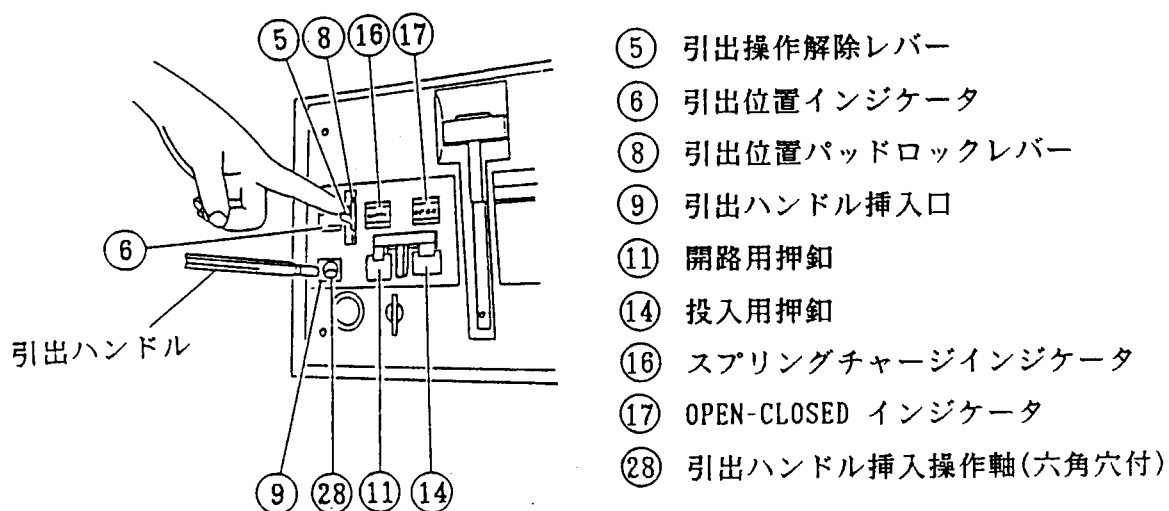

図24. 引出ハンドル挿入口をあける方法
OPEN-CLOSEDインジケータ(SHEET NO.32 図24 ⑰)は「OPEN」を表示しています。
スプリングチャージインジケータ(SHEET NO.32 図24 ⑱)は「DISCHARGED」を表示しています。
- 3) 引出位置インジケータ(SHEET NO.32 図24 ⑥)が「ISOLATE」を表示していることを確認して下さい。
- 6) 引出操作解除レバー(図24 ⑤)を下側に倒し、引出ハンドル挿入口(図24 ⑨)のシャッタをあけて下さい。
遮断器が移動を開始すると、引出操作解除レバー(SHEET NO.32 図24 ⑤)は上側へ復帰しますが、そのまま挿入操作を進めて下さい。遮断器が試験位置になると「カチッ」と機械音がして、遮断器はロックされ、引出ハンドルをまわすことができなくなります。
引出位置インジケータ(SHEET NO.32 図24 ⑥)は「TEST」を表示します。